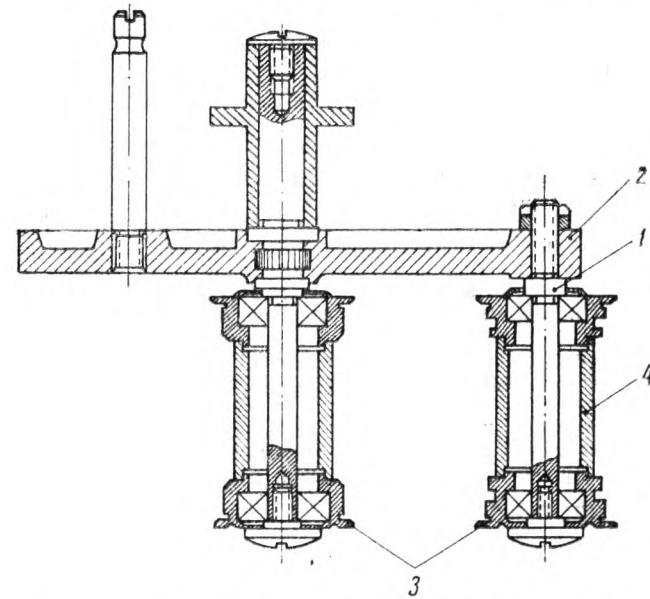

Рис. 14. Прижимной ролик комбинированного барабана.
6.4. ПРИЖИМНОЙ РОЛИК КОМБИНИРОВАННОГО БАРАБАНА (Рис. 14)